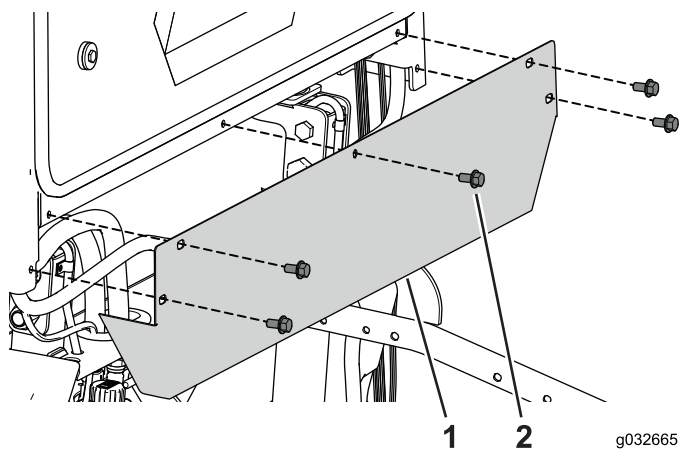

Figure 107
1. Retirez les 5 boulons qui fixent le capot arrière à la cabine (Figure 107).